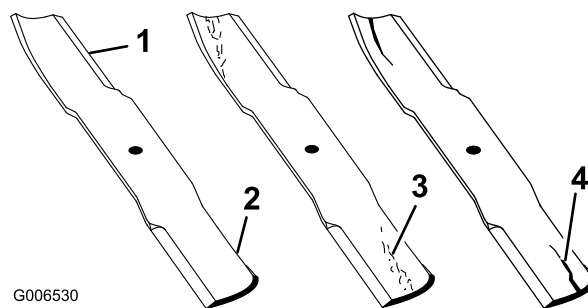

Figure 55
1. Examinez le tranchant des lames (Figure 55).
2. Inspectez les lames, surtout la partie relevée (Figure 55).
Remarque: Remplacez immédiatement toute lame endommagée, usée ou qui présente une entaille (Figure 55).